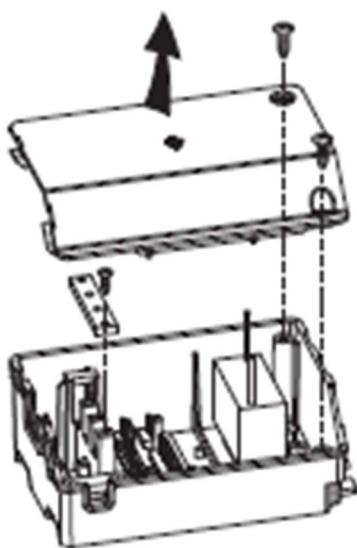

Рис.1
2. Найдите распределительную коробку, открутите винты на крышке распределительной коробки, затем снимите крышку распределительной коробки (рис. 1)